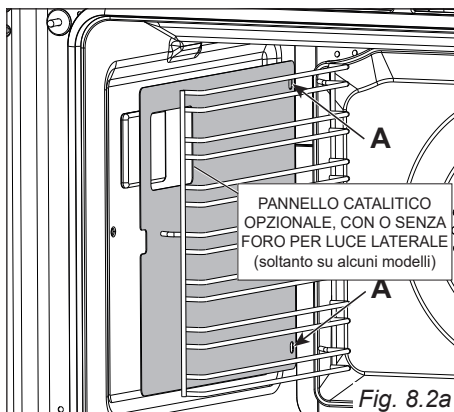

Fig. 8.2a
- Inserire le estremità posteriori (rebbi) del telaio laterale nei fori "A" nella parte posteriore del forno (fig. 8.2a);